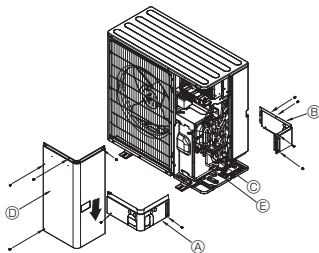

Fig. 5-3
5.3. Šaltnešio vamzdeliai (Fig. 5-3)